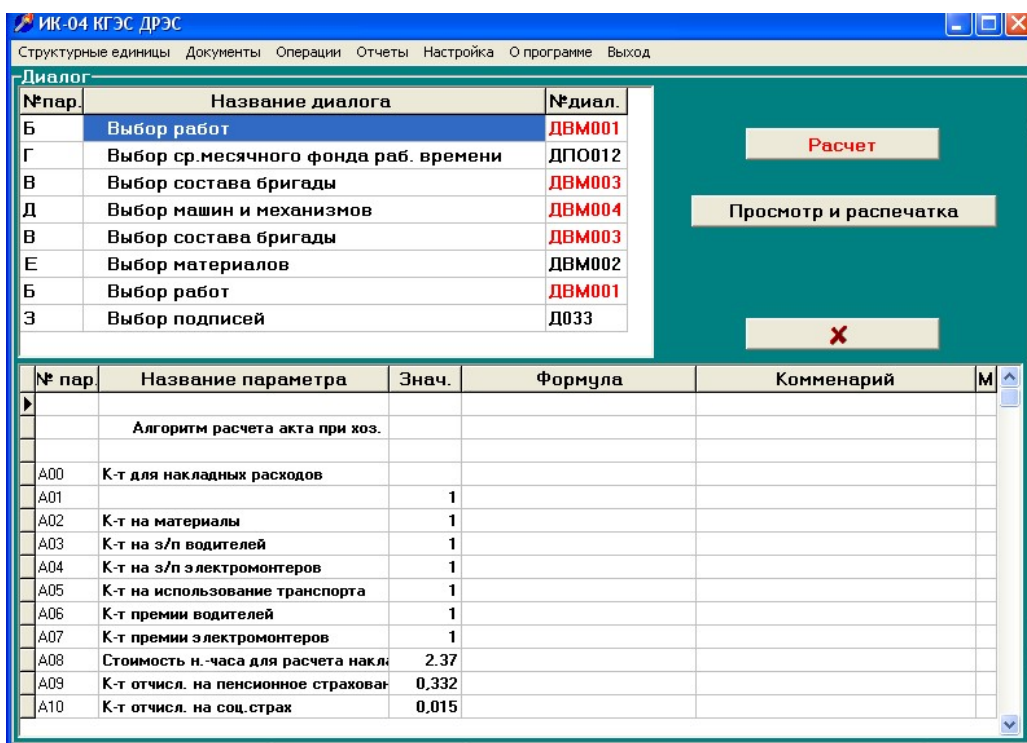

Рис.3.1
10) нажмите кнопку **Расчеты**, при этом на экране появится вспомогательное окно **Диалог** Рис.3.1. Красным цветом выделены строки и кнопки, где не произведен расчет;